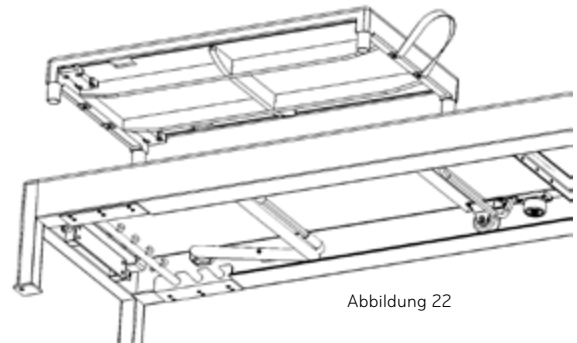

Abbildung 22
5. Heben Sie den Mattenumbau an und installieren Sie ihn im Rahmen. Es gibt zwei (2) Aussparungen an der Unterseite der Matte, welche die Drehpunkte des Fußbügels freigeben. Stellen Sie sicher, dass sich diese bei der Installation auf der Fußseite der Maschine befinden. Siehe Abbildung 22 als Referenz.